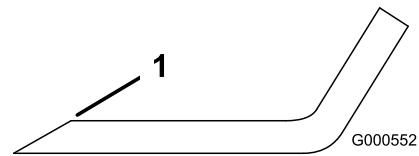

Figura 76
Nota: Si la cuchilla no está equilibrada, rebaje algo el metal en la parte de la vela solamente con una lima (Figura 76).
1. Utilice una lima para afilar el filo de corte en ambos extremos de la cuchilla (Figura 76).